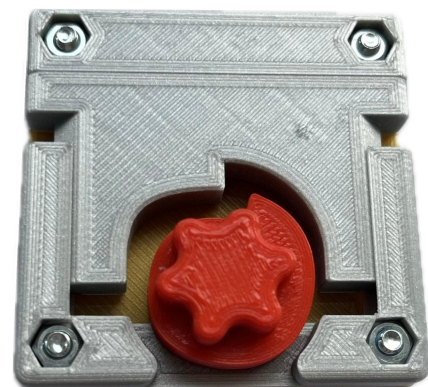

Abb. 12: Fertiger Gitterhalter
- (9) Setzen Sie den `05A_Ro_V1_GITTERHALTER_DREHKNOPF` auf den `5A_Si_V1_GITTERHALTER_RAHMEN` (Abbildung 12).